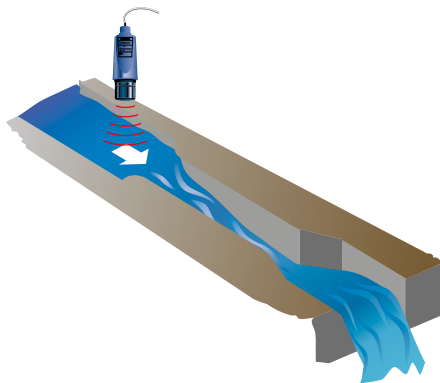

Рисунок 10.1.4: Измерение потока в открытом канале с помощью ультразвукового уровнемера 3108
- искробезопасных (IS) или взрывозащищенных/ взрывобезопасных версий для установки в опасных зонах, а также в исполнениях для эксплуатации в обычных зонах, не относящихся к какому-либо классу опасности.
- Если через вилку будет идти поток жидкости, то ее необходимо установить так, что жидкость текла через зазор в вилке (см. рис. 10.1.4)